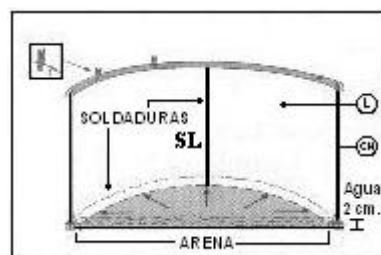

fig. 23
a) Sitúe el liner (L), en el centro de la piscina y despléguelo hacia los laterales (colocar el lado rugoso hacia arriba y la lisa hacia abajo). La soldadura que une la base de la piscina al lateral tiene que quedar perfectamente arimada y alineada a los perfiles inferiores de la pared (fig.23). La soldadura del liner debe ser colocada hacia el suelo y la pared de la piscina.